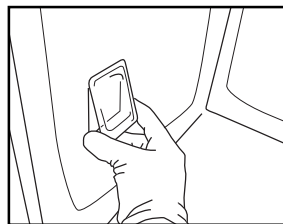

Fig. 9
5. Sätt tillbaka lampskyddet och tryck det mot väggen för att det skall fästa korrekt (Fig. 9).